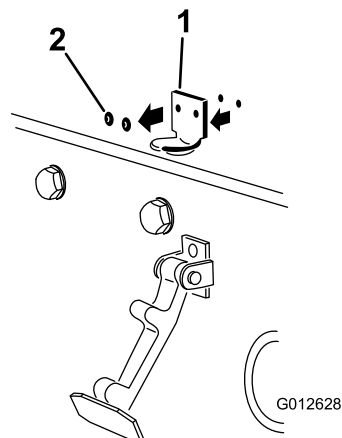

Figura 6
2. Retire los 2 remaches que sujetan el cerradero del capó al capó (Figura 6). Retire el cerradero del capó.